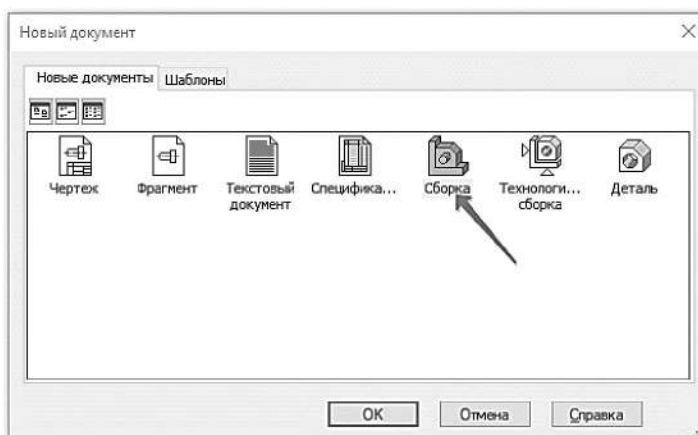

Рисунок 3.11. Создание файла сборки
1.2.2 Укажите тип создаваемого документа – **Сборка** и нажмите кнопку **ОК** (рисунок 3.11). На экране появится окно новой сборки.